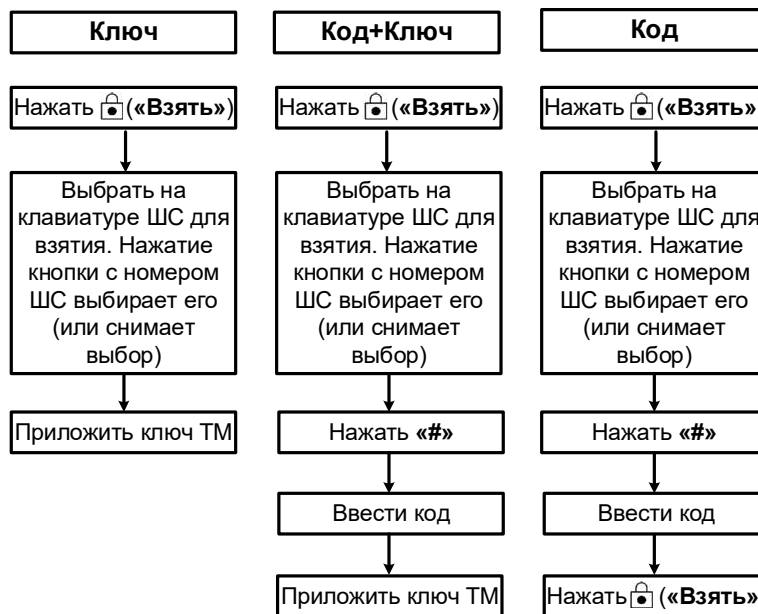

Рисунок 3 – Постановка под охрану с выбором шлейфов
- Если необходимо взять под охрану часть шлейфов (частичное взятие с выбором шлейфов), нажать на кнопку  («Взять») (при этом можно убедиться по индикаторам, что нужные шлейфы находятся в состоянии «Норма»), затем выбрать с помощью клавиатуры нужные шлейфы (по умолчанию для взятия выбраны все шлейфы, кнопками «0» - «9» можно выбрать нужный шлейф или снять выбор (см. рисунок 3), нажать кнопку «#» и ввести код идентификации хозоргана одним из способов, указанных в п. 2.1 и на рисунке 3;
- Если необходимо снять с охраны часть шлейфов (частичное снятие с выбором шлейфов), нажать на кнопку [Take] («Снять»), затем выбрать с помощью клавиатуры нужные шлейфы (по умолчанию для снятия выбраны все шлейфы, кнопками «0» - «9» можно выбрать нужный шлейф или снять выбор (см. рисунок 3), нажать кнопку «#» и ввести код идентификации хозоргана одним из способов, указанных в п. 2.1 и на рисунке 3;